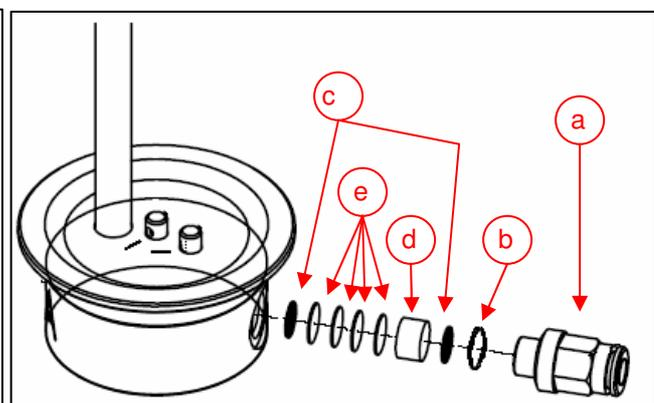

Abb. 10 - Filter im Tank 25 – 70 µm
- Beim 25-70 μ m Tank noch zusätzlich 1 O-Ring (Abb. 10 b) einlegen